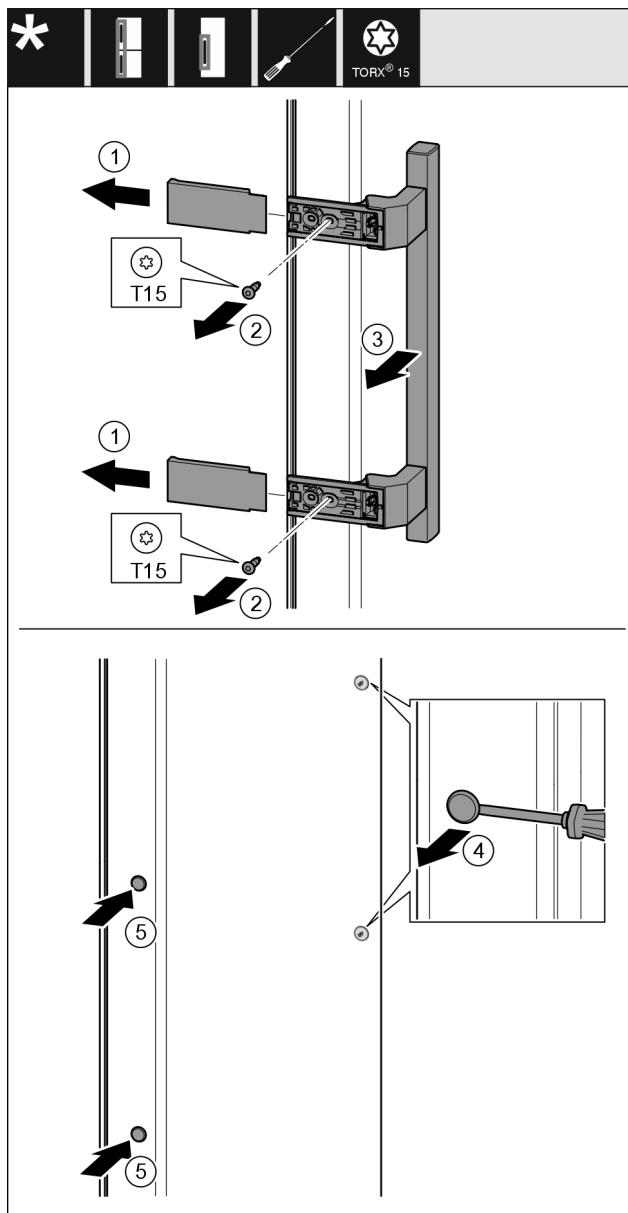

Fig. 24
- ▶ Levante la cubierta Fig. 24 (1).
- ▶ Desatornille los tornillos Fig. 24 (2) con el destornillador.
- ▶ Retire el tirador Fig. 24 (3).
- ▶ Levante con cuidado el tapón lateral Fig. 24 (4) con un destornillador de punta plana y extráigalo.
- ▶ Vuelva a colocar el tapón Fig. 24 (5) en el otro lado.